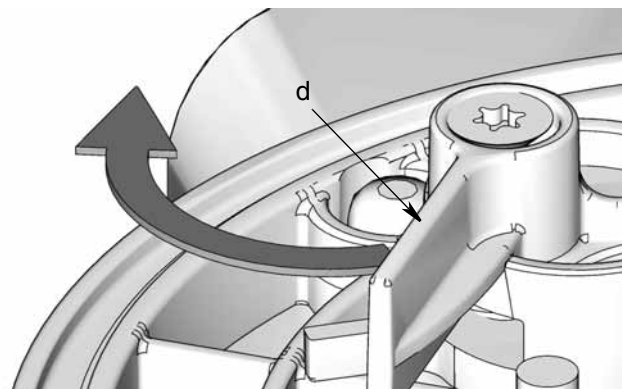

FIG. 9
NOTA: Se è stata installata una pala a livello basso (d), mantenere la pala a basso livello alla sua completa posizione esterna durante l'installazione della pala di mescolamento per evitare danni (FIG. 9).
1. Verificare che la pala a livello basso (d) sia nella sua posizione esterna completa come in FIG. 9.